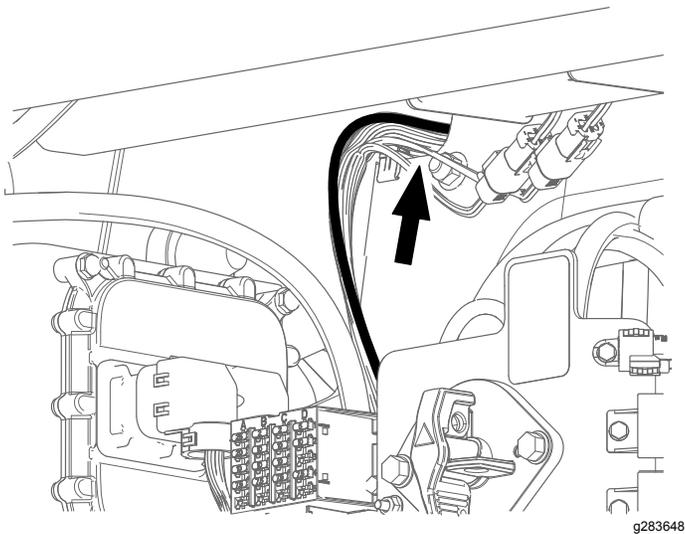

Figure 10
- 8. Faites passer les connecteurs du feu gauche et de l'interrupteur par le trou dans le côté gauche de la machine (Figure 10).